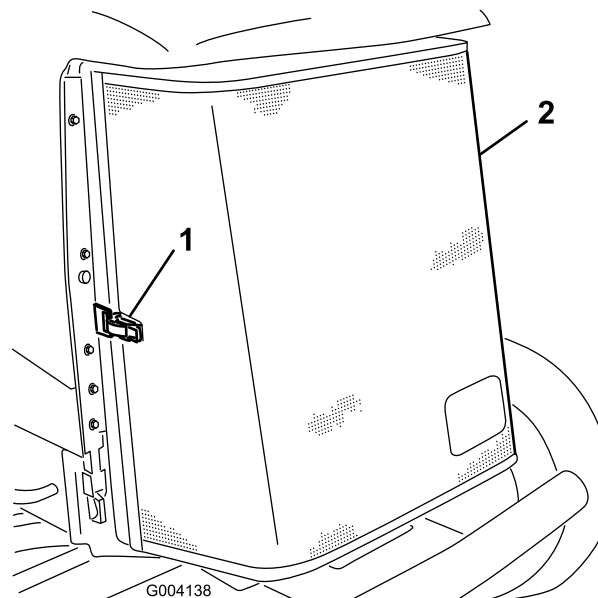

Figura 48
3. Sbloccate il morsetto e aprite la griglia posteriore (Figura 48).